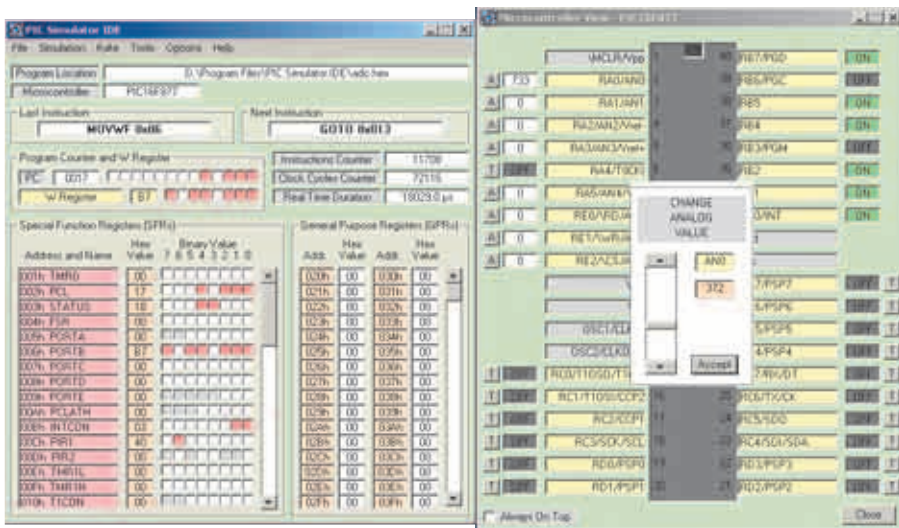

Рис. 6. Вид экрана с выполняющейся программой «Работа с аналого-цифровым преобразователем»
6. Нажать кнопку Accept и посмотреть, как это изменит состояние выводов порта PORTB. Последние три шага можно повторить несколько раз и посмотреть на результаты. Вид экрана с выполняющейся программой показан на рис. 6.